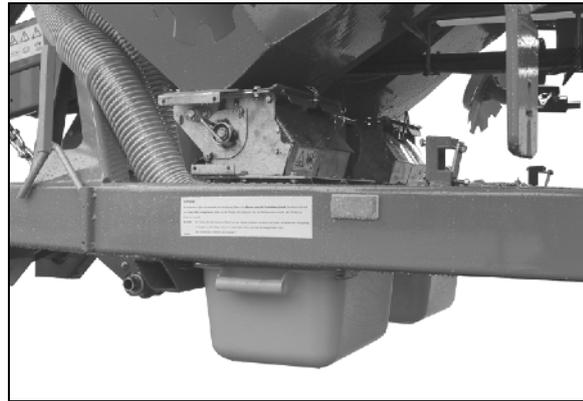

Fig. 70
3. Poussez l'auget d'étalonnage (Fig. 70) sur le support